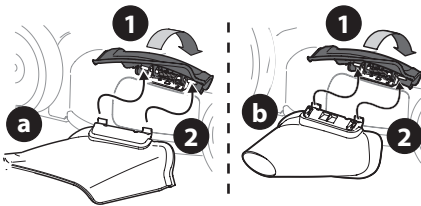

Figura 18
1. Eleve el adaptador para abono (Figura 18).